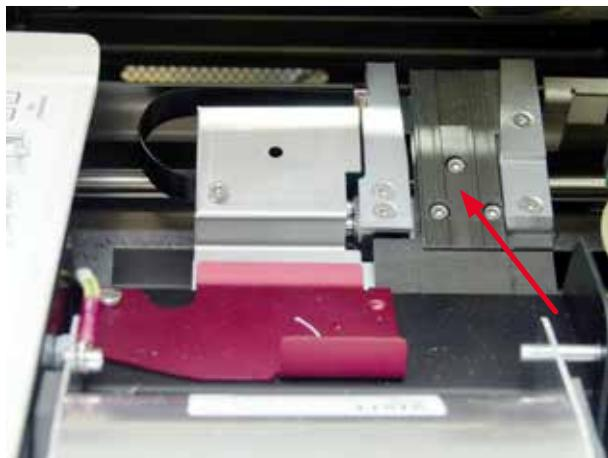

Рис. 50
- Станция транспортировки (→ "Рис. 50")
(→ "Рис. 50").